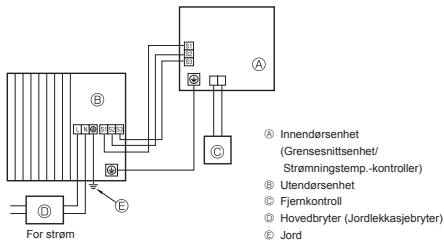
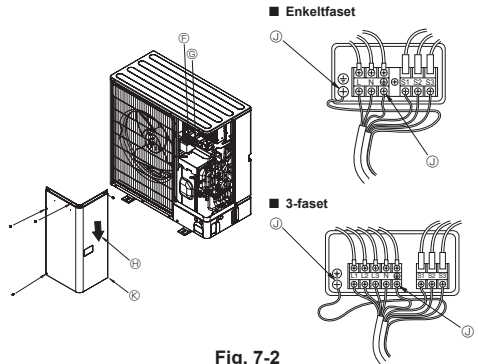

Fig. 7-1
Fig. 7-2
7.1. Utendørsenhet (fig. 7-1, fig. 7-2)
① Fjern servicepanelet.
② Legg kablene ved å se på fig. 7-1 og fig. 7-2.